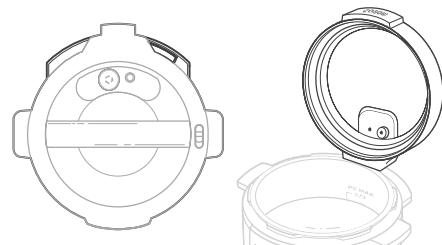

Figura 1.5
- Para mayor comodidad, la tapa puede colocarse en el soporte situado en la parte posterior de la base de la olla a presión. **[Figura 1.5]**